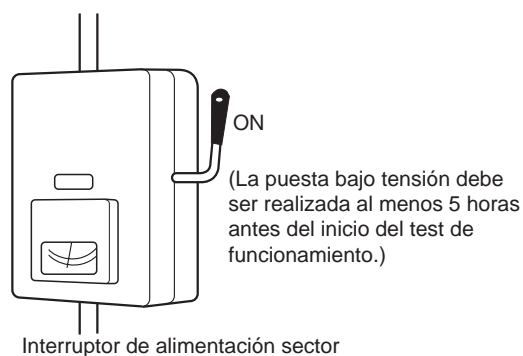

Fig. 10-1
5. La alimentación ha sido conectada a la unidad por lo menos durante 5 horas antes del arranque del compresor. La parte baja del compresor debe estar caliente al tacto y la resistencia del cárter alrededor del pie del compresor debe estar aún más caliente. (Fig. 10-1)